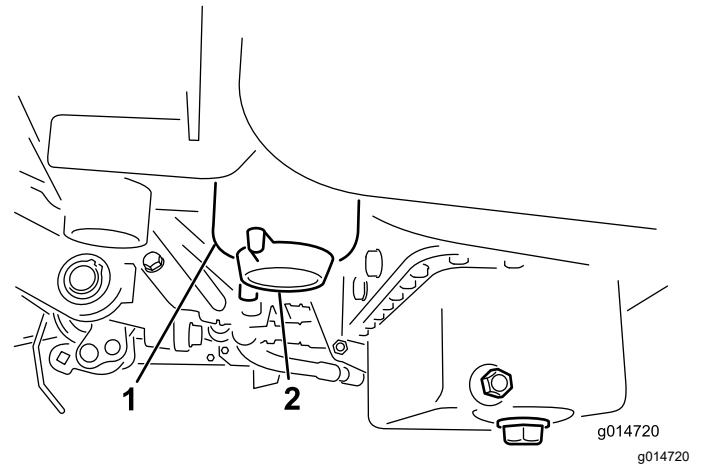

Figura 31
3. Abra o bужão de drenagem do filtro de combustível aproximadamente uma volta e drene toda a água acumulada (Figura 31).